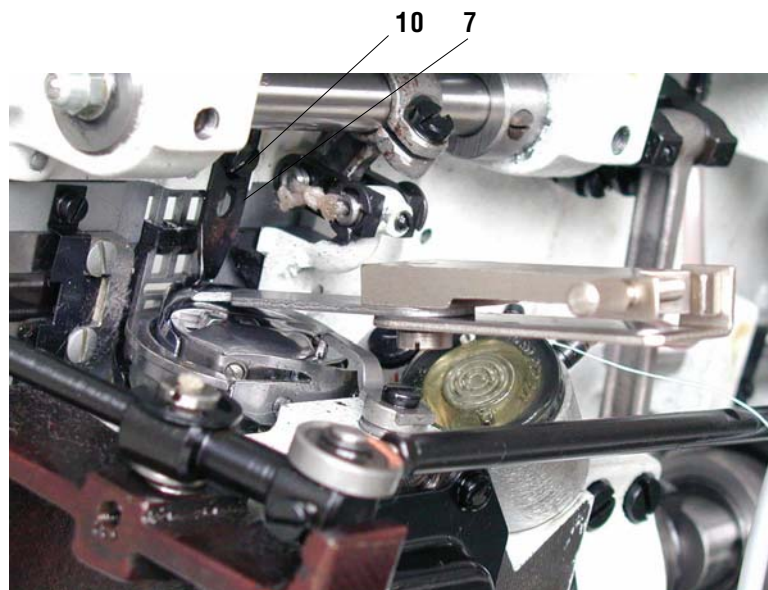

Abb. 11
12. Einstellung des Greifermittelteilhalters (Abb. 11, 12)
Den Greifermittelteilhalter (7) so einstellen, daß die Lücke zwischen der Halternase und der Rille des inneren Greifermittelteiles etwa $0,7$ mm ist. Diese Einstellung nach der Lockerung der Halteschraube (10) und mittels Einstellvorrichtung (Abb. 11) vornehmen - siehe die Ausstattungen, Teil A, Abs. 4.2, 4.4).